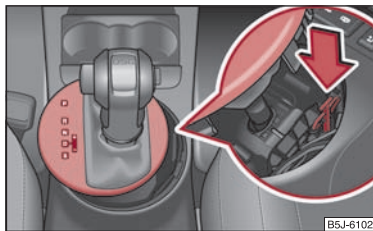

Abb. 100 Wählhebel-Notentriegelung ►
- Drücken Sie das gelbe Kunststoffteil mit dem Finger nach unten ⇒ Seite 102, Abb. 100.